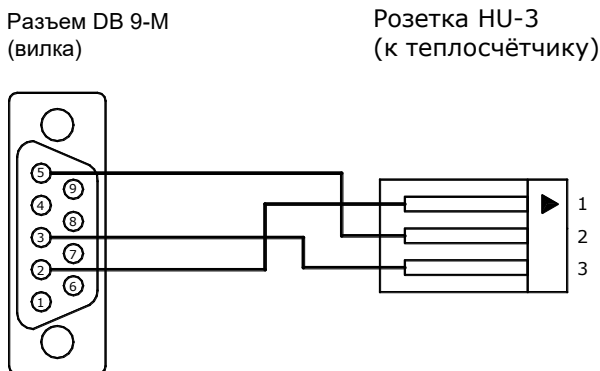
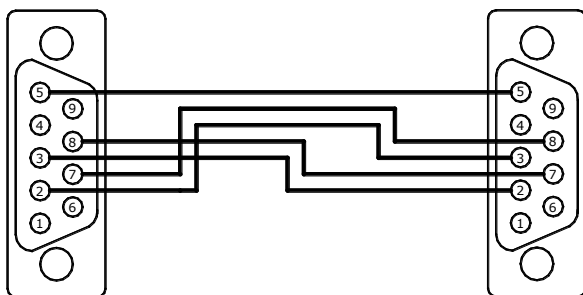

Рис. 7.4 Переходной кабель RS-232C (ТЭМ-106 – АПД)
Рис. 7.5
7.6.2 В случае, когда теплосчетчик поставляется с установленным переходным кабелем (см. карту заказа, ПРИЛОЖЕНИЕ А), для считывания данных по интерфейсу RS-232C в ПК необходимо подключить к переходному кабелю, изображенному на рис. 7.4, нуль-модемный кабель (см. рис. 7.5).